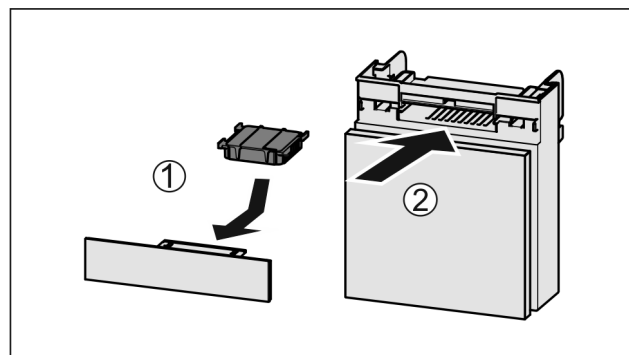

Fig. 99
- ▶ Filtr s aktivním uhlím vložte podle vyobrazení Fig. 99 (1).
- ▶ Zásuvku zasuňte Fig. 99 (2).